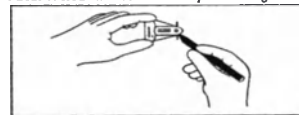

FIGURA 8
e) Quando o íman do MAGNA-FINDER™ se encontrar em posição perpendicular à base do MAGNA-FINDER™, assale o tecido com um marcador cirúrgico nas duas ranhuras na base do MAGNA-FINDER™. A linha entre estas duas marcas indica a localização de um plano, conforme mostrado na Figura 8. O MAGNA-SITE™ encontra-se a um ponto ao longo deste plano.